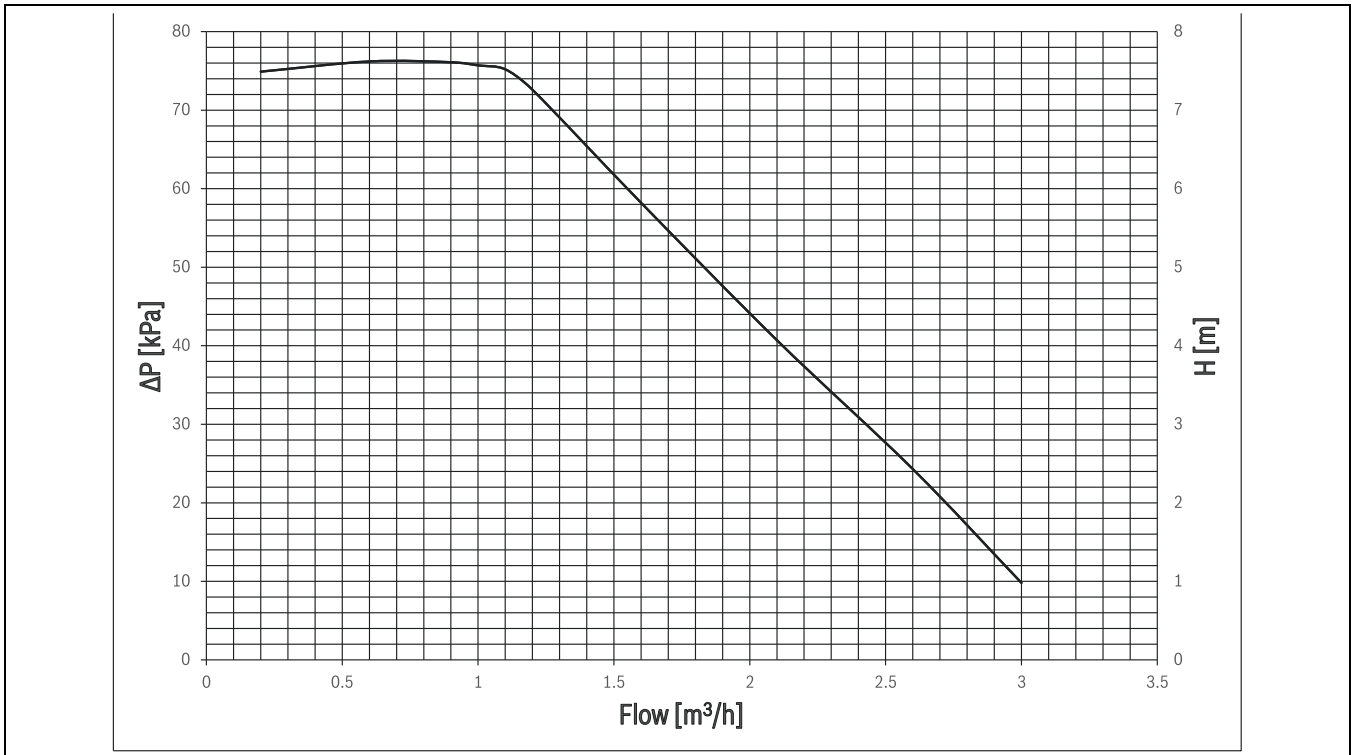

Bild 37 Restförderhöhe Primärpumpe
5) Je nach angeschlossener Wärmepumpe siehe Installationsanleitung der Wärmepumpe, Abb. 37
Restförderhöhe Primärpumpe ist in Abb. 37 dargestellt. 1. Dies gilt für den Heizbetrieb mit dem gleichen Volumenstrom im Heizkreis.